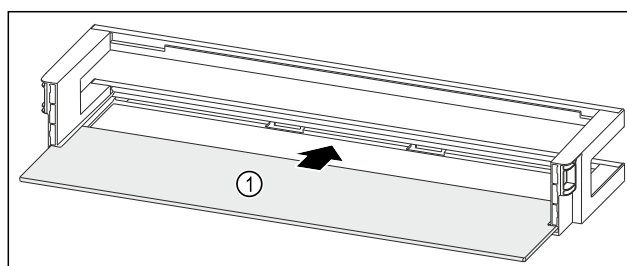

Fig. 99 Półka w drzwiach z półką
- Wsunąć półkę Fig. 99 (1) w boczne wycięcia.